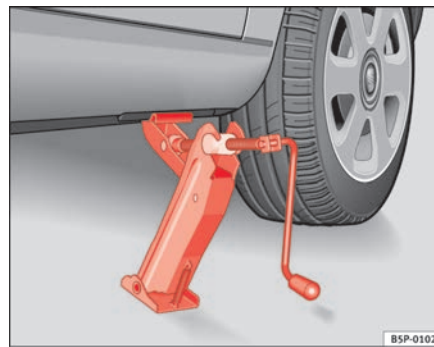

Abb. 153 Wagenheber
- Richten Sie den Wagenheber so aus, dass seine Klaue den Steg des Unterholms umfasst und die bewegliche Grundplatte plan auf dem Boden aufliegt ⇒ Seite 246, Abb. 153.